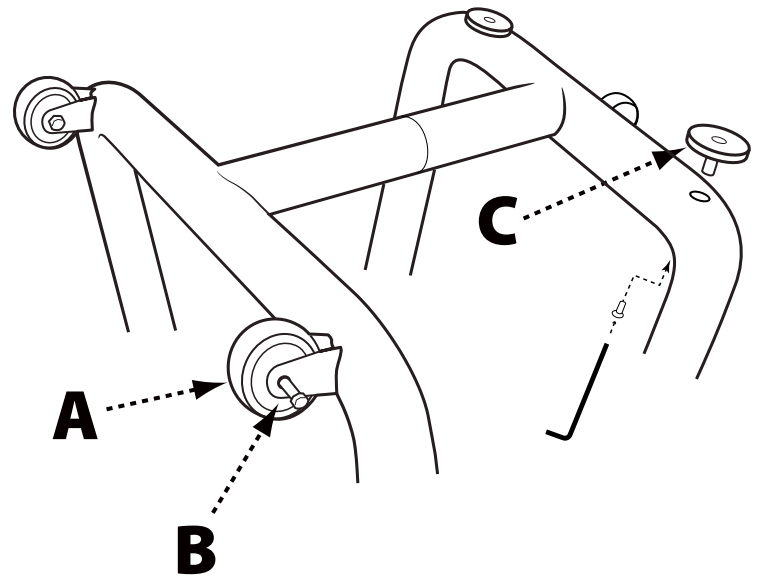
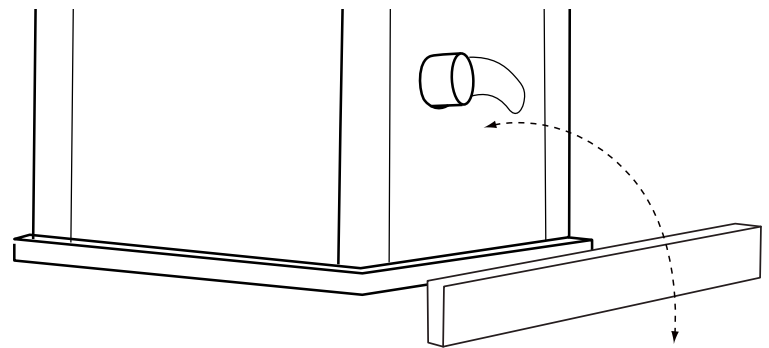

FIGURE 2
FIGURE 3
1. Fixez les deux roues fixes (A) sur les deux pattes gauches, en face de la roulette pivotante, à l'aide des boulons à épaulement de carrosserie comme dans la Figure 2.
2. Vissez les pieds réglables (C) dans les inserts filetés de la patte droite, à côté de la roulette pivotante.
3. Placez un morceau de 2x4 au dos de la scie, comme le montre la Figure 3, pour éviter d'endommager le capteur de poussière lors du relevage de la scie.
5. Les deux pieds réglables (C) peuvent être soulevés et abaissés en les faisant tourner. Les pieds peuvent être réglés pour niveler la scie et verrouillés en place avec les vis de calage verrouillables à l'aide d'une clé Allen de 6 mm. Voir Figure 2.